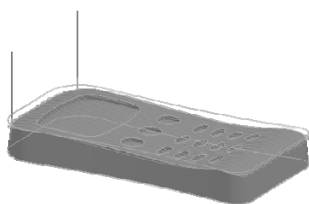

图 5-78 生成刀具轨迹
2) 系统提示“拾取岛屿”，“拾取干涉曲面”，“拾取参考曲面”，直接单击右键确定，系统开始计算，稍后得出刀具轨迹如图 5-78 所示。